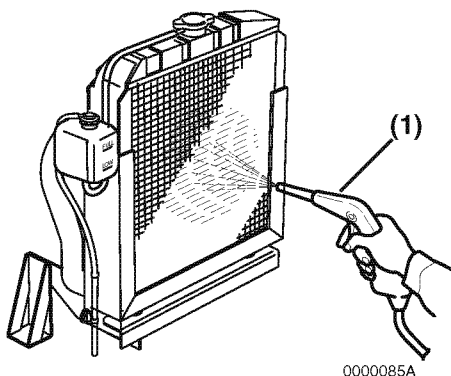

Figura 11
El radiador característico que aparece en **Figura 11** sólo tienen fines ilustrativos.
- Sople cualquier suciedad y polvo de las laminillas y del radiador con aire comprimido con una presión de 28 LPPC (0,19 MPa, 2 kgf/cm²) o menos (**Figura 11, (1)**). Tenga cuidado en no dañar las laminillas con el aire comprimido.